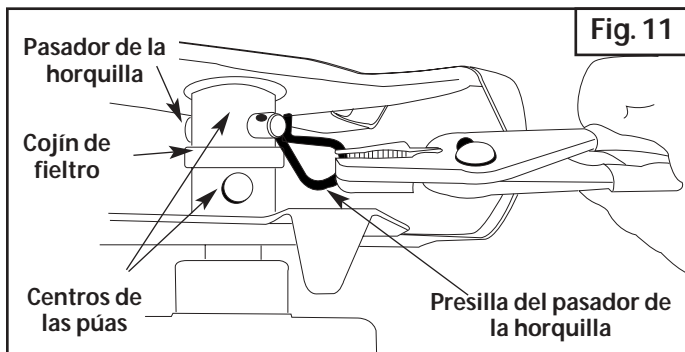

Fig. 11
1. Coloque el control de encendido y apagado en la posición de **APAGADO (O)** y desconecte el cable de la bujía de encendido.
2. Saque las presillas del pasador de la horquilla y los pasadores de la horquilla (Fig. 11).